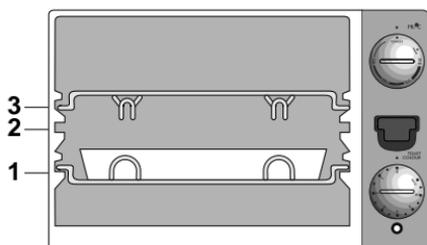

Abb. 5
Diese Funktion wird hauptsächlich zum Grillen von Fleisch und Gemüse verwendet. Schieben Sie die beiden Roste genau so ein, wie auf Abb. 5 gezeigt. Die Abtropfschale (F), die auf den unteren Rost gestellt wird, dient der Aufnahme des eventuell abtropfenden Fetts.